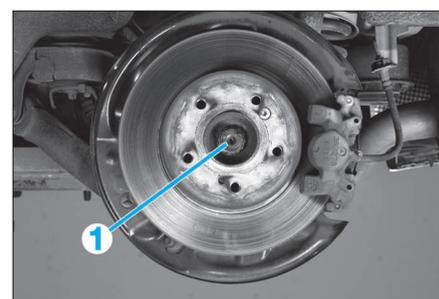

FIG. 7
- l'écrou de transmission (1) (Fig.7).